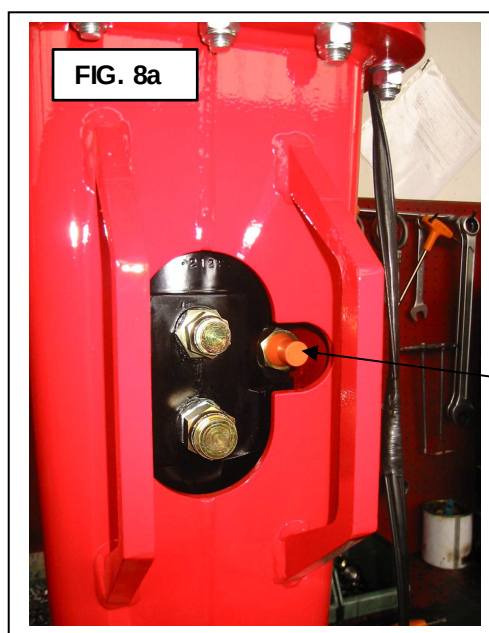

FIG. 8a
Si le marteau est équipé d'une vanne (D) de contrôle de la pression, celle-ci sera positionnée sur la tête entre les points IN et OUT d'alimentation du marteau (fig. 8a).